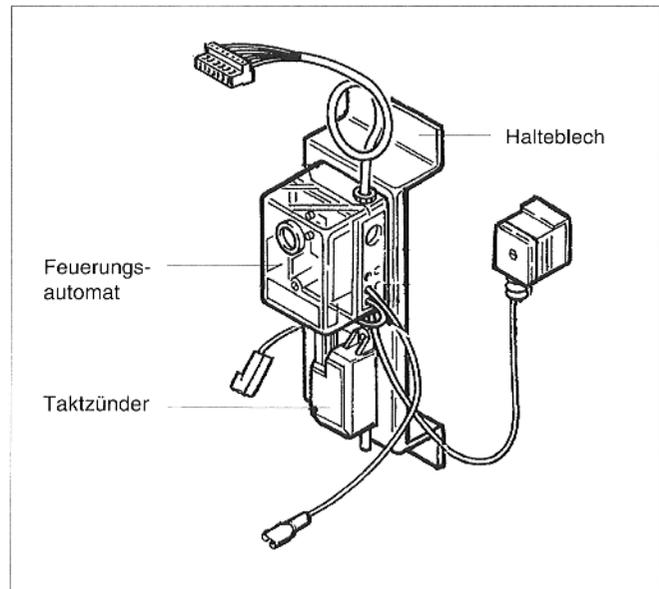

Abb. 9: G124 L, Feuerungsautomat und Taktzünder
- Taktzünder und Feuerungsautomaten von altem Halteblech entfernen, altes Halteblech mit Sockel vom Kessel abschrauben, neues Halteblech mit Sockel anschrauben und Taktzünder und Feuerungsautomat montieren (Abb. 9).